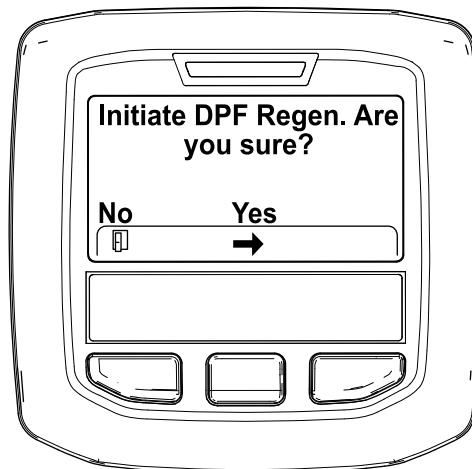

Figura 46
- Quando viene visualizzato il messaggio "Inizializzare Rigen. FAP?" premete il pulsante centrale (Figura 46).